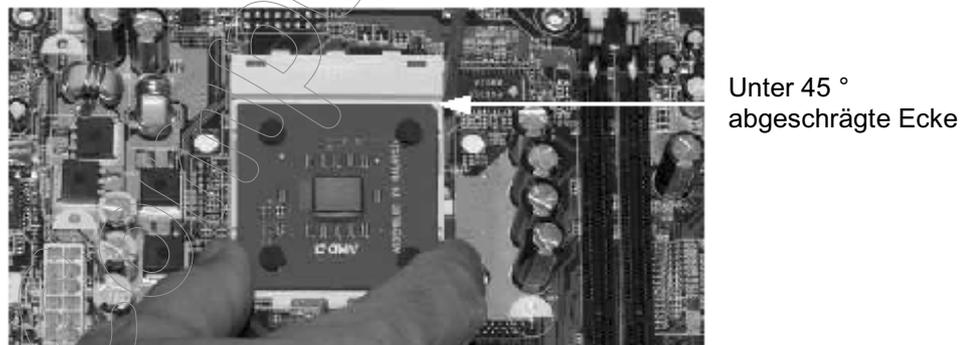

Abbildung 4: Einsetzen des Prozessors in den Sockel
4. Abbildung 4 zeigt den Prozessor in den Sockel eingesetzt. Sie sehen, daß sich die unter 45 ° abgeschrägte Ecke am Lösehebelgelenk befindet. Daran erkennen Sie, daß der Prozessor richtig herum eingesetzt wurde.